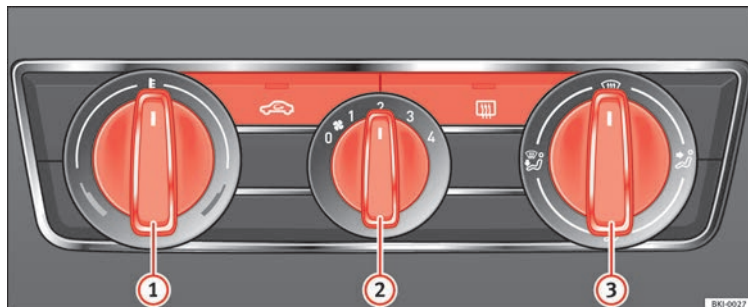

Fig. 167 Sur le tableau de bord : éléments de commande du chauffage
- Tournez le régulateur de température » fig. 167 ① vers la gauche.
- Placez la commande de soufflante ② sur l'une des vitesses 1-4.
- Orientez le flux d'air dans la direction souhaitée à l'aide du régulateur de répartition d'air ③.
- Tournez le régulateur de température » fig. 167 ① vers la droite pour sélectionner la puissance calorifique souhaitée.
- Tournez le régulateur de température » fig. 167 ① vers la droite jusqu'à la puissance de chauffage maximum.
- Réglez la commande de soufflante ② sur la vitesse 4.
- Tournez le régulateur de température » fig. 167 ① vers la zone de chauffage.
- Placez la commande de soufflante ② sur l'une des vitesses 2-3.